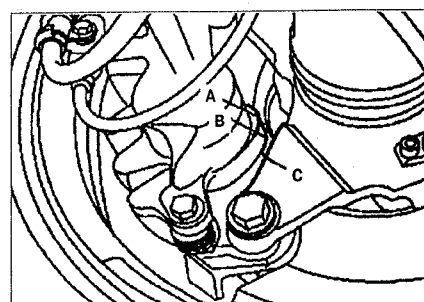

Рис. 1.42. Проверка толщины тормозных накладок (сдвоенные шины).
14. Проверьте положение меток **A** и **B** на тормозном суппорте при вращении относительно края **C** (см. рис. 1.42). **A** – новая прокладка, **B** – оставшаяся прокладка около 5 мм. Этот тест – только грубая проверка. Если метка **B** приблизилась к метке **C**, не-